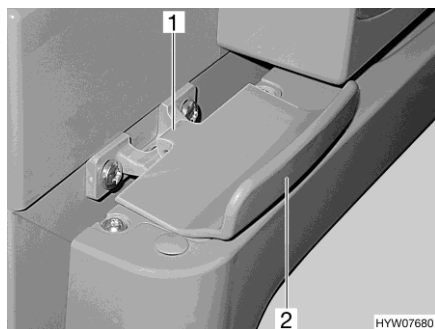

Fig. 150 Dispositif de verrouillage de la porte du réfrigérateur, fermé (Thetford)
- Saisir la porte du réfrigérateur par la poignée (Fig. 150,2) et l'ouvrir. Le verrouillage (Fig. 150,1) est automatiquement débloqué.